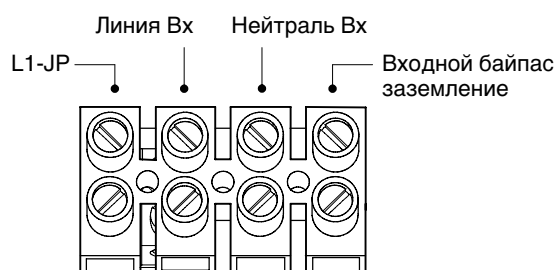

Рисунок 33. Входная клеммная колодка байпаса ИБП
10. Подсоедините входной и заземляющий провода к входной клеммной колодке согласно рис. 33 и табл. 2.